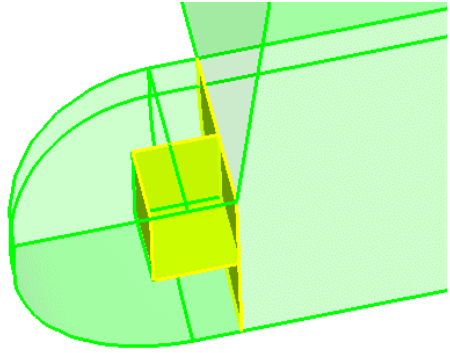

图 5-11 合并实体结果
(3) 单击 merge 按钮合并这 3 个实体。合并后的结果如图 5-11 所示。